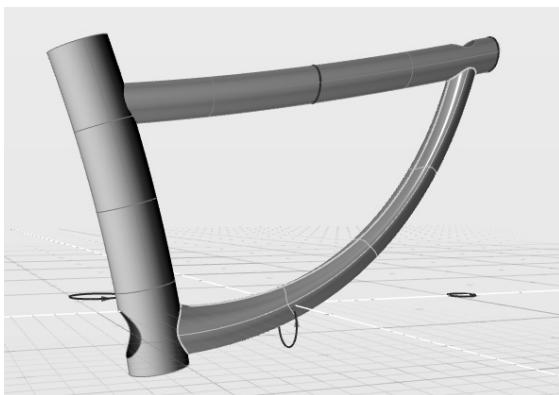

图 5-127 将融合曲线作为放样轨道
9) 随后, 选取上一步创建的融合曲线作为轨道, 获得放样结果, 如图 5-127 所示。